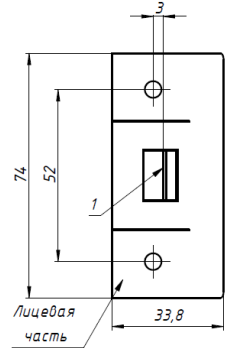

Рис.4 Монтаж защелки
- 1) На дверном проеме разметить место касания язычка ответной части защелки (1, рис.4).
- 2) Относительно места касания язычка ответной части защелки разметить места крепежных отверстий защелки (рис.4), просверлить.